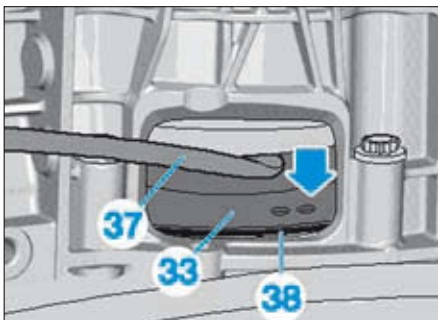

FIG. 30
- pousser légèrement le volant moteur (33) contre le plateau d'entraînement dans le sens de la flèche à l'aide d'un levier (37) par la trappe de visite inférieure (38) (Fig.30).